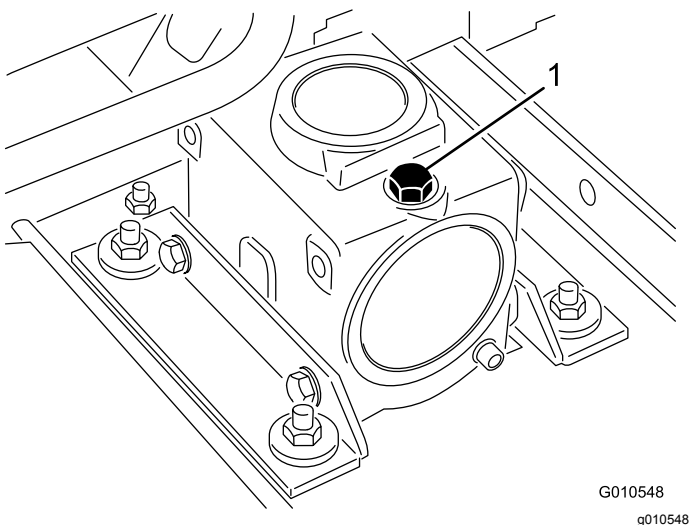

Figura 23
2. Retire la varilla/ tapón de llenado de la parte superior de la caja de engranajes (Figura 23) y compruebe que el lubricante está entre las marcas de la varilla. Si el nivel de lubricante es bajo, añada suficiente lubricante para que el nivel quede entre las marcas.